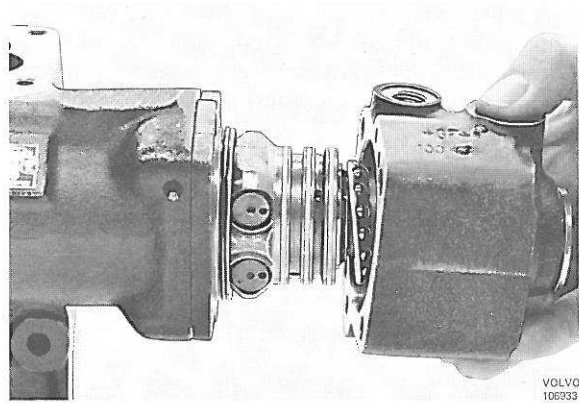

Figure 85. Démontage du distributeur d'huile
4. Enlever le capot caoutchouc (51) et les vis de fixation (50 et 52). Démontez le distributeur d'huile (56), voir figure 85. Retirer le jonc de verrouillage (53) et extraire la bague d'étanchéité (54).